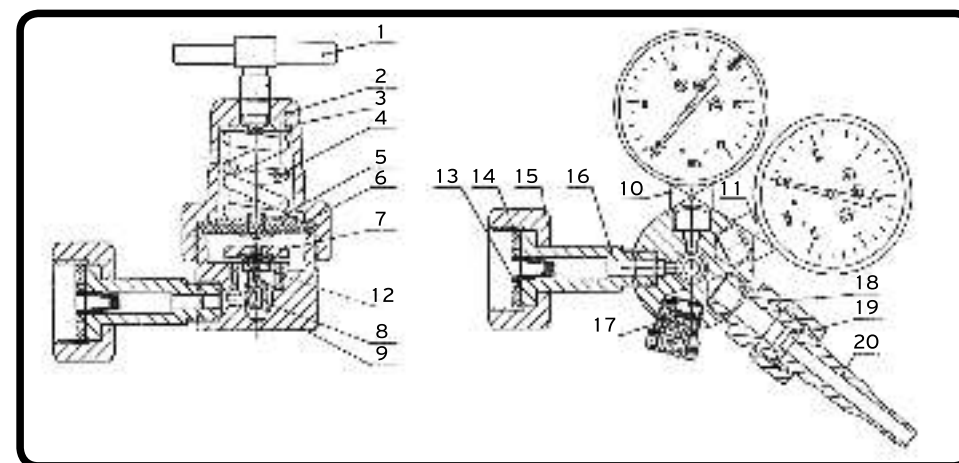

Рис. 1. Редуктор баллонный одноступенчатый КЕДР БКО-50:
- 4.1 Устройство редукторов КЕДР и способ присоединения их к источнику питания газом показаны рис. 1. Понижение давления газа в редукторе происходит путем одноступенчатого расширения его при прохождении через зазор между седлом, выполненном в корпусе и редуцирующим клапаном камеру рабочего (низкого) давления. Газ, пройдя фильтр, через входной штуцер, попадает в камеру высокого давления. При вращении регулирующего винта по часовой стрелке, усилие нажимной пружины передается через мембрану и толкатель на редуцирующий клапан. Последний, перемещаясь, открывает проход газу через образовавшийся зазор между клапаном и седлом, в камеру рабочего (низкого) давления. Редуктор КЕДР БПО-5 комплектуется одним манометром, контролирующим рабочее (низкое) давление.